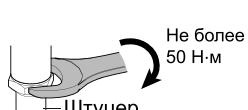

Рисунок 4 – Место уплотнения
1. Уплотнить пространство между штуцером и гнездом с помощью прокладки (см. рисунок 4).